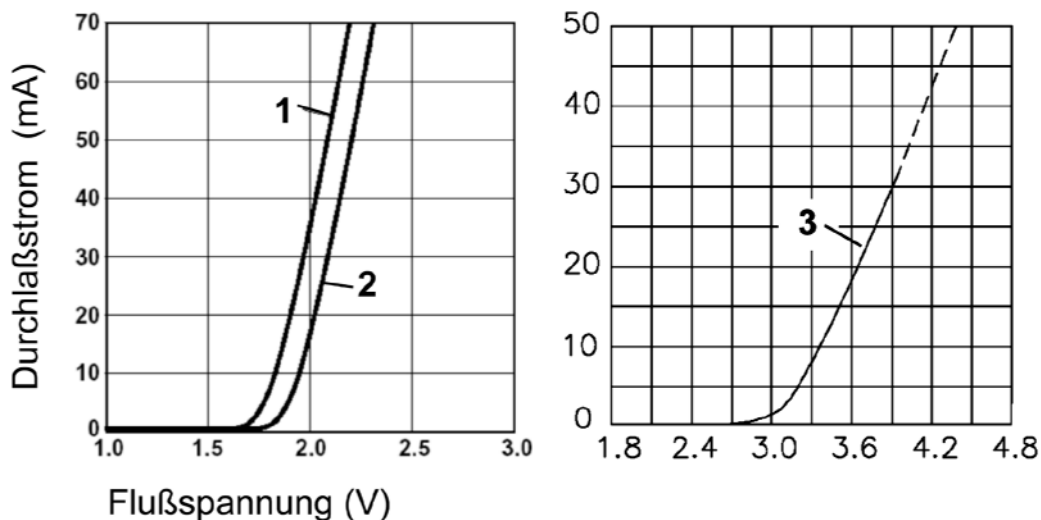

Abbildung 8.1.3 Die LED in Flußrichtung. Drei Kennlinienbeispiele (Agilent, Vishay)
- die Kennlinie der LED unterscheidet sich im Grunde nicht von der Kennlinie einer "gewöhnlichen" Halbleiterdiode (Abbildung 8.1.3),